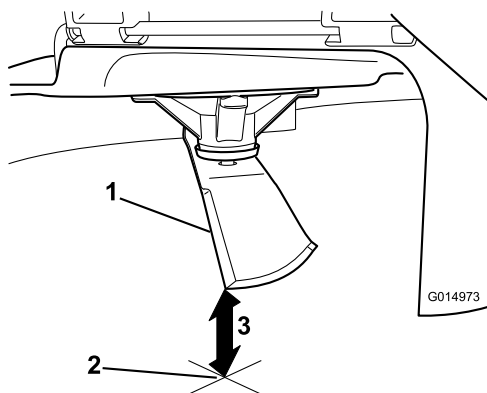

Figura 73
3. Mida desde la punta de la cuchilla hasta la superficie plana (**Figura 73**).